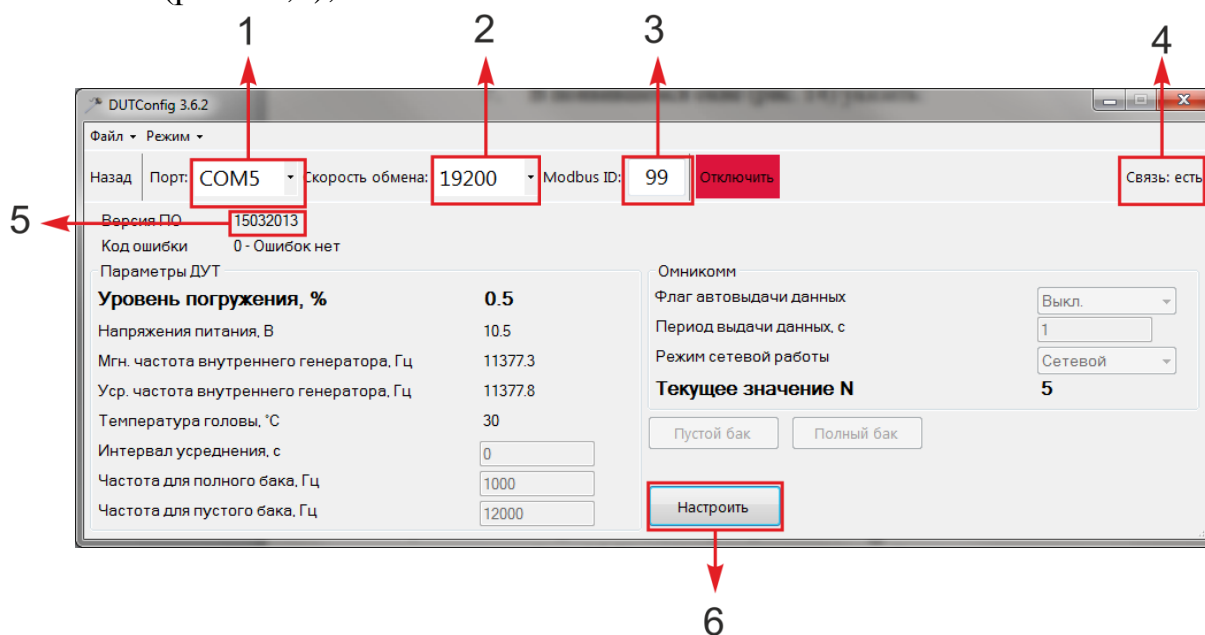

Рисунок 23 – Подключение ДУТ.И
- Порт подключения (рис. 23,1), его номер можно посмотреть в диспетчере устройств Windows, где он назначен драйверу УСА;
- Скорость обмена (стандартная скорость работы с датчиком – 19200) (рис. 23,2);
6. Нажать кнопку [Подключить], убедиться, что связь с датчиком установлена (рис. 23,4). При успешном подключении в главном окне программы появится версия ПО (рис. 23,5) и ID датчика (рис. 23,3).
2. Нажать кнопку [Настроить] (рис. 23,6);
1. Нажать кнопку [Настроить] (рис. 23,6).